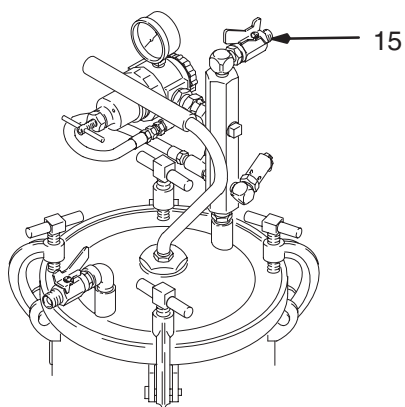

Fig. 2
1. Couper l'alimentation d'air du réservoir en fermant la vanne d'arrivée d'air (15). Voir Fig. 2.
Voir Fig. 2. Brancher un flexible d'alimentation d'air sur la vanne d'arrivée d'air (15) de 1/4 npt(m) et votre alimentation d'air. Monter un régulateur et filtre d'air (G) en amont de la vanne d'arrivée d'air pour éliminer les saletés et l'humidité contenues dans l'air d'alimentation. Voir **Accessoires** à la page 18. Brancher un flexible de produit (E) entre la vanne de sortie 3/8 npsm(m) (K) et l'entrée de produit du pistolet.
(Voir Fig. 2.)
La soupape de sûreté (12) détendra automatiquement la pression du réservoir quand la pression d'air dépassera 0,5 à 0,6 MPa (6,5 à 7 bars). Voir la figure 2 ou les vues éclatées.